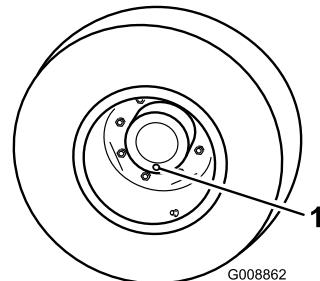

図 67
1. 平らな場所で、点検/ドレンプラグが一番低い位置時計の 6 時の位置に来るよう停止させる図 67。